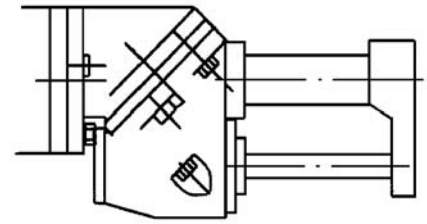

Fig. 4-7 Broche en position horizontale en bas
- Fig. 4-7 : Les angles de la tête de fraisage sont réglés sur 0° , la broche est en position horizontale en bas.